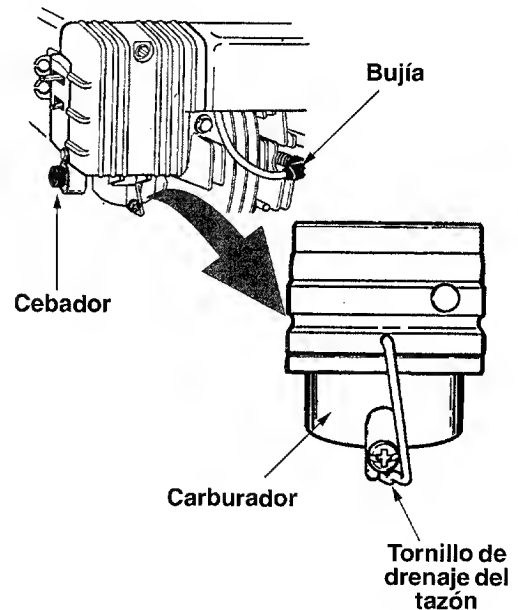

Figura 19
- Drene el carburador extrayendo el tornillo de drenaje del tazón que está ubicado debajo del carburador. Vea la Figura 19.